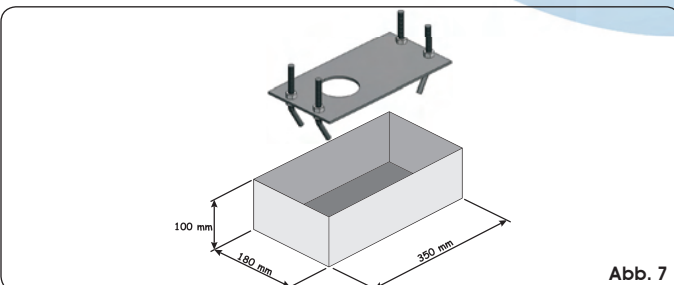

Abb. 7
3. Einen Fundamentsockel laut Abb. 7 herstellen, die Gründungsplatte einmauern und dabei eine oder mehrere Kabelführungen für den Durchgang der elektrischen Kabel vorsehen. Mit einer Wasserwaage sicherstellen, dass die Platte perfekt eben ist. Abwarten, bis der Zement abbindet.